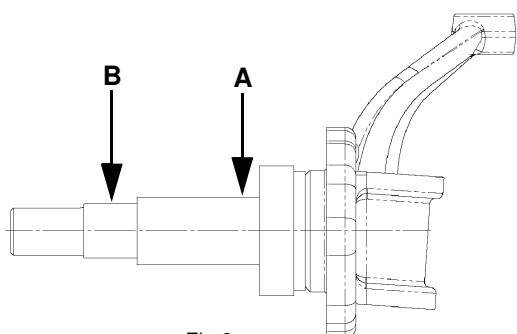

Fig.2
For measuring the spindle see Fig.2 and Tab.1.
-Die Radlagersitze dürfen nicht verschlissen sein! Überprüfen Sie bitte genau die Oberflächen der Radlagersitze auf Beschädigungen. Für die maßliche Überprüfung der Lagersitz-Durchmesser haben wir Ihnen die Toleranzmaße in einer Tabelle zusammen gestellt. Siehe Fig.2 und Tab. 1.